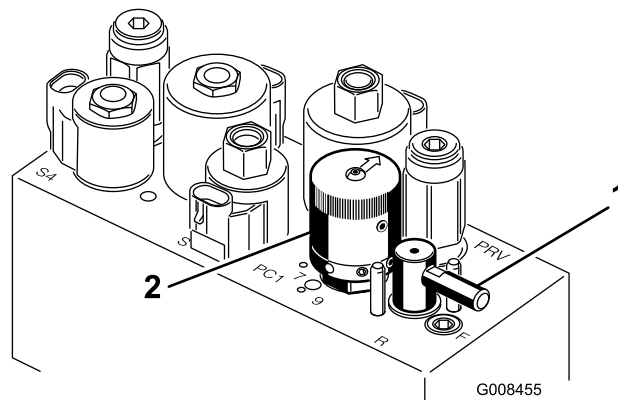

Figura 49
5. Rode a alavanca de rectificação para a posição "R" (Figura 49).
6. Rode o controlo da velocidade dos cilindros para a posição 1 (Figura 49).